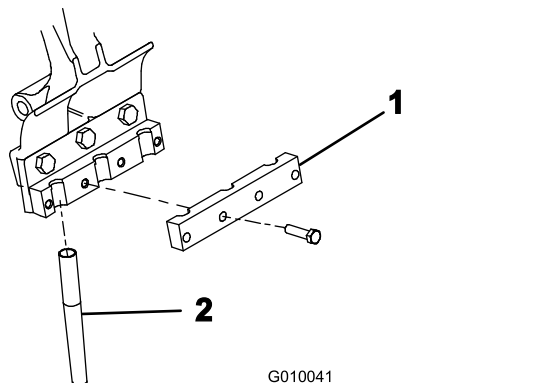

図 24
5. 各タインホルダーにタインクランプを仮止めする 図 24 $\frac{3}{8} \times 1\frac{1}{2}$ in ボルト 4 本を使用する。この時点ではまた本締めしないこと。